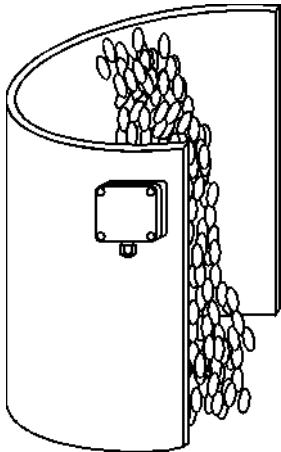

Рис. 5. Контроль потока продукта.
**Для контроля движения потока продукта РДД-03А устанавливается в подготовленные отверстия снаружи на продуктопровод, по которому перемещается поток сырья (рис. 5). Наличие внутри объекта движущегося материала приводит к изменению выходного сигнала датчика. Чувствительность РДД-03А регулируется так, чтобы светодиод «Движение» устойчиво горел при наличии в материалопроводе потока продукта минимальной контролируемой плотности.**